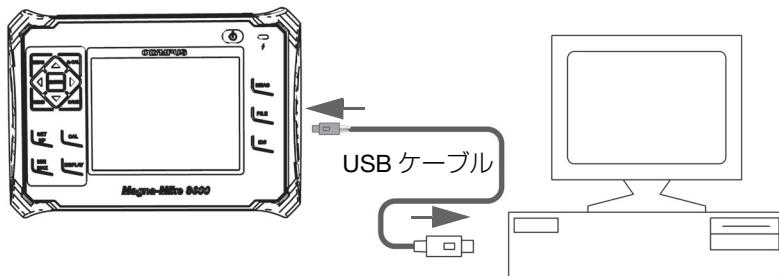

図 8-2 Magna-Mike 8600 とコンピュータの接続
7. USB ケーブルの一端を Magna-Mike 8600 の I/O ポートカバーの下にある USB クライアントコネクターに接続し、他端をコンピュータの USB ポートに接続します（135 ページ図 8-2 参照）。